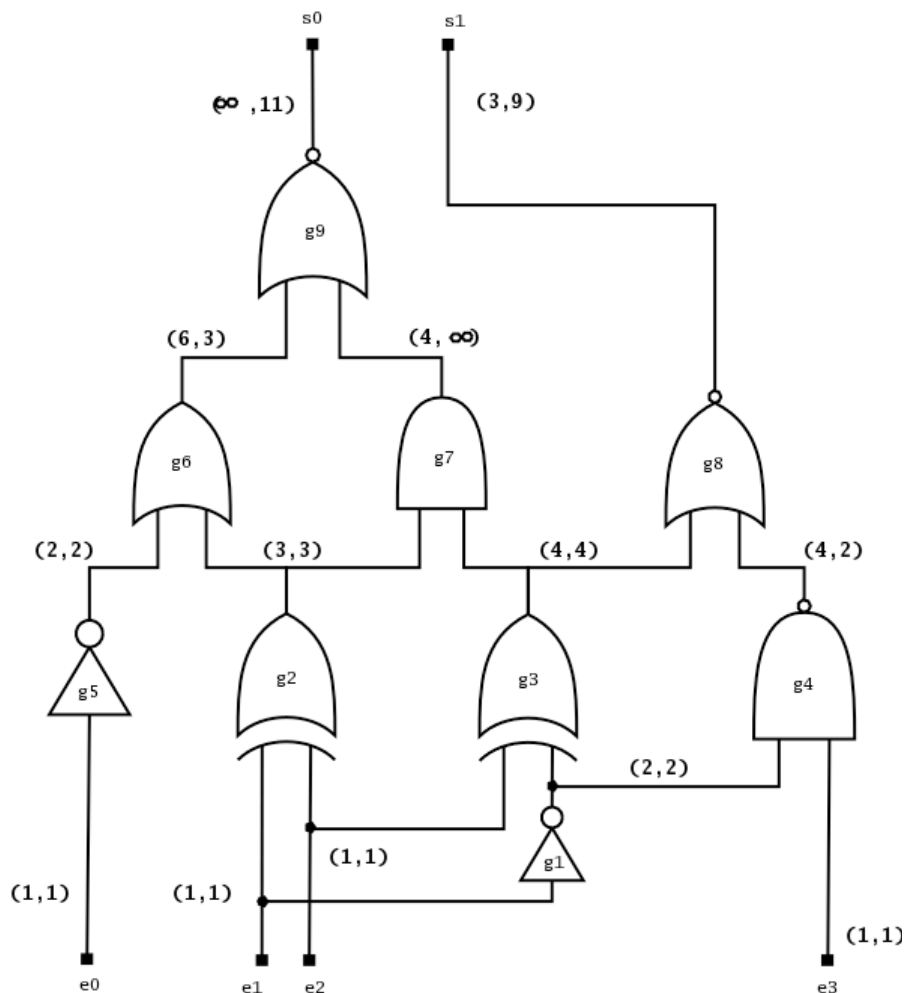

Figure 4: circuit posant un problème de contrôlabilité
Nous allons travailler sur le circuit représenté en figure 4. Les chiffres entre parenthèses sur les lignes de la figure 4 représentent les valeurs de contrôlabilité à 0 et à 1, toujours selon la technique d'analyse de testabilité **SCOAP**. Plus cette valeur est élevée plus la contrôlabilité de la ligne est difficile.
- En utilisant les résultats de TetraMAX et le schéma de la figure 4 modifier votre circuit pour améliorer sa testabilité (plusieurs solutions possibles). Quelle solution adoptez vous et pourquoi ?